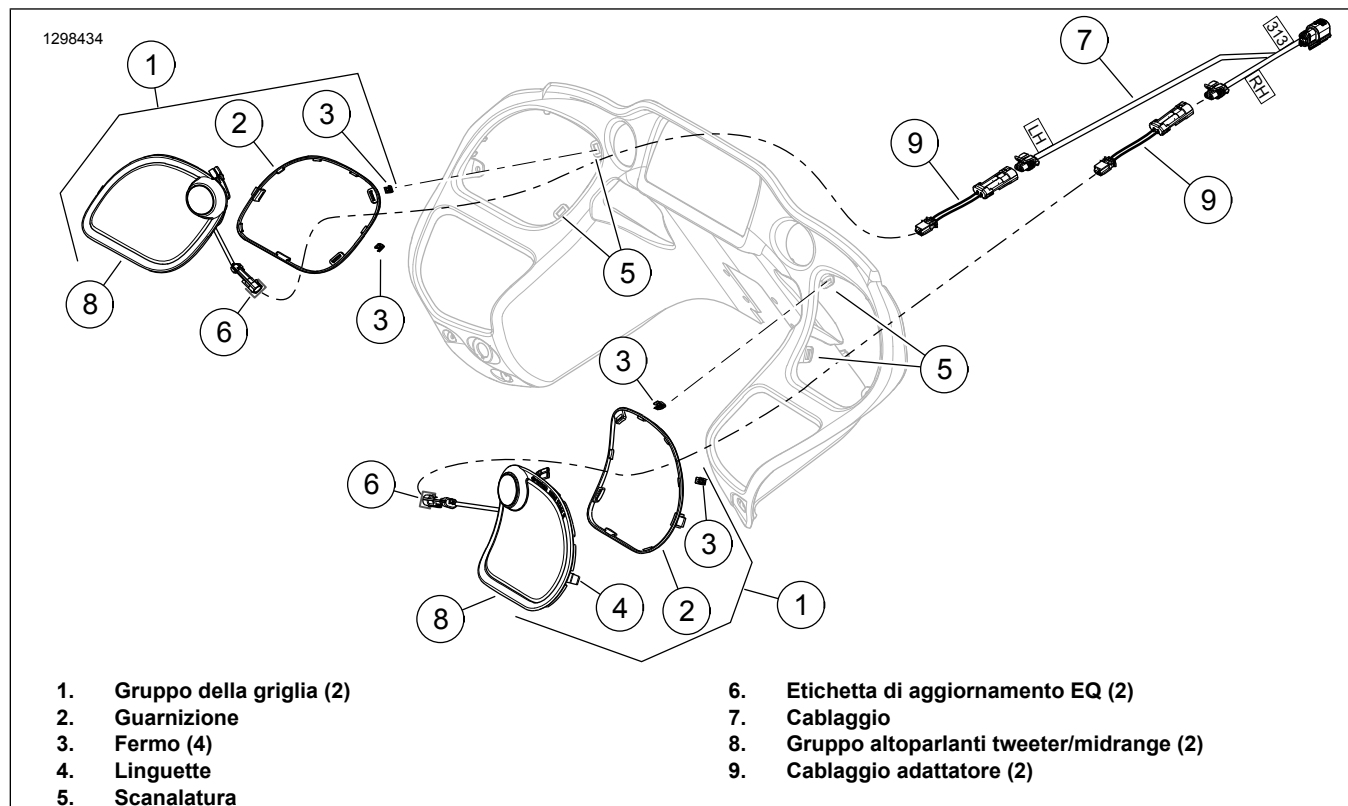
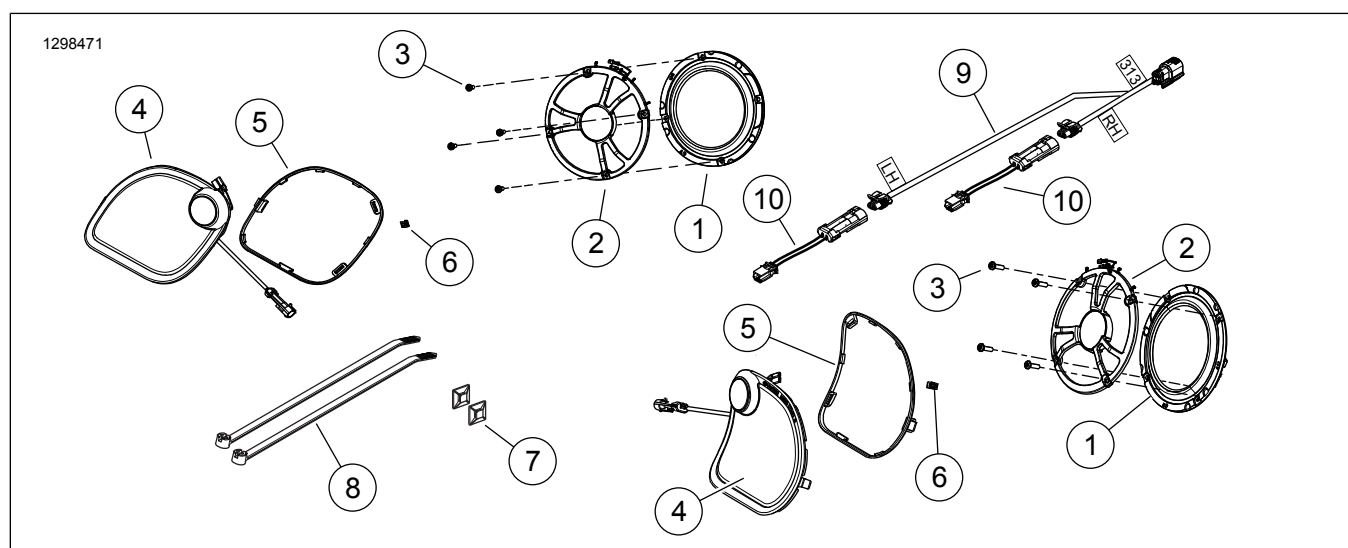

Figura 2. Griglia e tweeter/midrange altoparlante
Figura 4. Parti di ricambio, Kit altoparlanti carenatura BOOM! Audio Stage II (FLTR)
Vedere Figura 4 e Tabella 1 .
5. Vedere Figura 2 Installare il gruppo della griglia (1).
- b. Verificare che la guarnizione in gomma (2) sia insediata sul perimetro della griglia. Controllare che i due fermi (3) siano insediati sulle linguette della griglia (4). Sostituire i componenti danneggiati o mancanti.
- d. Inserire la linguetta (4) nel lato esterno dell'apertura dell'altoparlante.
- e. Inserire i fermi della griglia nelle fessure (5).
7. Vedere Figura 2**TUTTI i modelli:** posizionare il cablaggio (7) all'interno della carenatura interna.
Il cablaggio adattatore (9) Figura 2 o (10) Figura 4 sono necessari per la generazione di altoparlanti identificata in questo kit, ma potrebbe non esserlo su tutti i modelli. Alcune combinazioni altoparlante/cablaggio possono disporre di connessioni differenti. Utilizzare l'adattatore (69200925) per risolvere il problema di compatibilità.
9. Vedere Figura 4 Aggiungere il cablaggio dell'adattatore (10) incluso nel kit.
10. Vedere Figura 2 Unire il cablaggio adattatore al cablaggio (7).